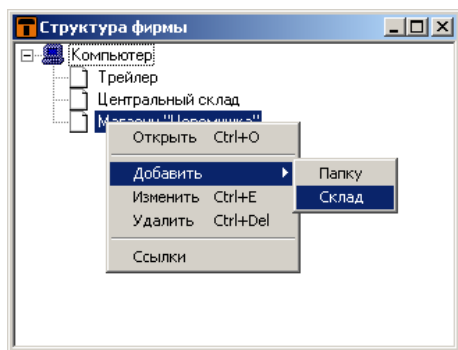

Рис. 27. Добавление склада в структуру фирмы
По умолчанию структура фирмы состоит из одного вашего компьютера, на котором ведется учет товара на центральном складе, и трейлера. Трейлер — это условный склад, на который автоматически помещаются все товары, оформленные в партиях, но еще не поступившие на конкретный склад. Нажатием правой кнопки мыши вызывается всплывающее меню, с помощью которого вы можете добавлять в структуру фирмы новые склады (магазины, торговые точки, удаленные рабочие места) (рис. 27), изменять и удалять объекты.
1. Иконкой  обозначается объект, позволяющий работать с товаром: склад, магазин, торговая точка и т.д. Для добавления нового склада в структуру фирмы вызовите всплывающее меню и выберите в нем пункт «Добавить» → «Склад» (рис. 27).